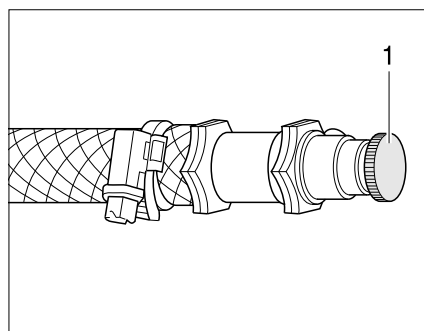

Bild 252 Entlüftungsventil Warmwasser-Heizung
- Das Entlüftungsventil (Bild 252,1) öffnen und geöffnet lassen, bis keine Luft mehr austritt.